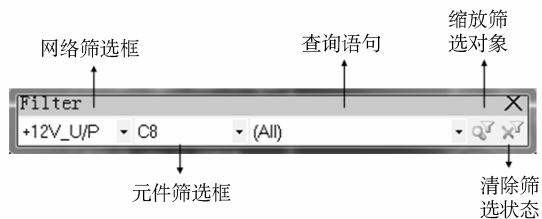

图 10-7 Filter 工具栏
5) Filter（过滤）工具栏：用于筛选符合查询条件的网络、元件等对象，如图 10-7 所示。该工